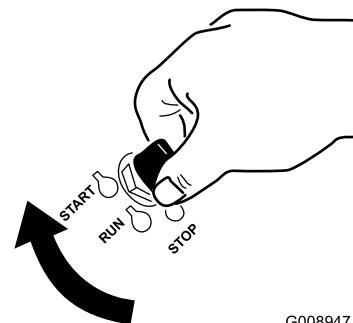

Figura 12
1. Gire la llave de contacto a la posición de ARRANQUE (Figura 12).
6. Gire la llave de contacto a la posición de ARRANQUE (0). Figura 12 Cuando el motor arranque, suelte la llave.